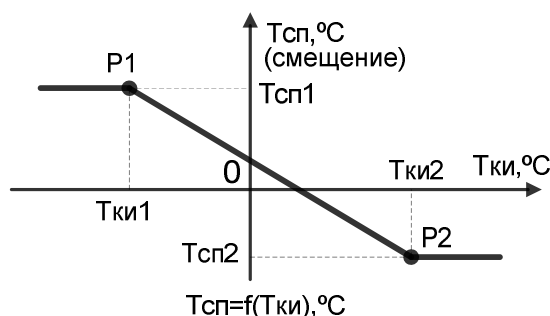

Рис. 4.9 График смещения порогов
4.4.1.2 Температуры порогов включения/выключения **Твкл** и **Твыкл** задаются оператором, но могут корректироваться (смещаться) в процессе работы одновременно на одну и ту же величину **Тсп** (температура смещения порогов), которая может быть определена по **графику смещения порогов** (см. Рис. 4.9).